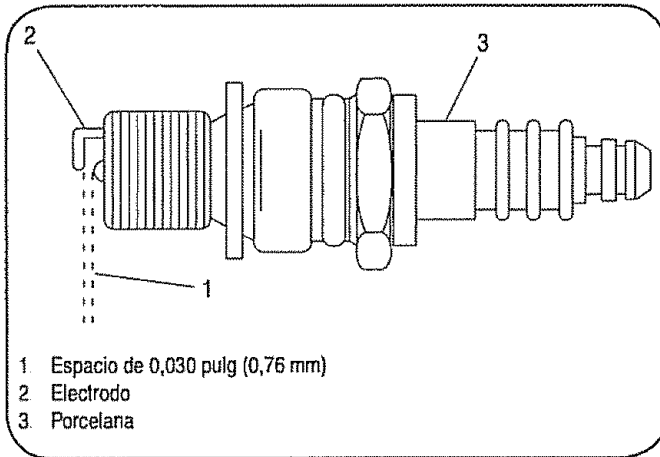

Figura 15
2. Saque e inspeccione la bujía. Compruebe la separación y asegúrese de que está ajustada a 0,03. Vea la figura 15.